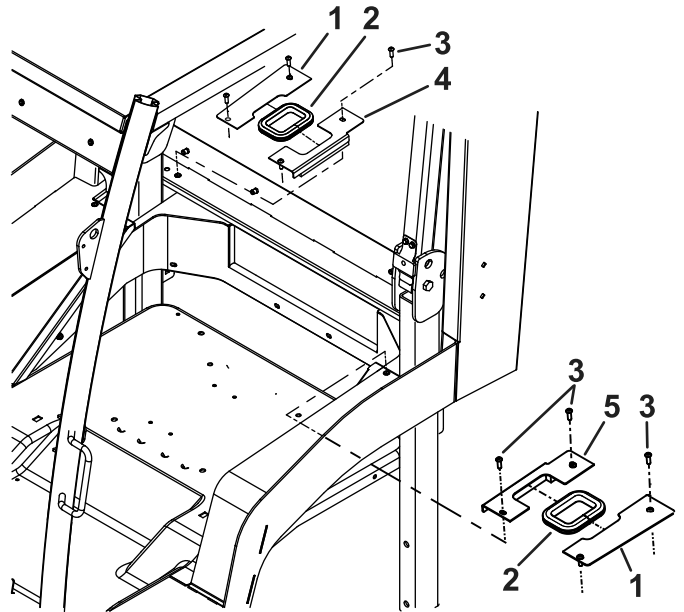

Figura 14
9. Instale las juntas de la barra antivuelco alrededor de cada lado de la barra antivuelco (Figura 14).
10. Instale la tapa izquierda y 1 tapa de retención en la junta izquierda, y sujete las tapas con 4 tornillos ($\frac{1}{4}$ " x $\frac{3}{4}$ "); consulte Figura 14.
11. Instale la tapa derecha y 1 tapa de retención en la junta derecha, y sujete las tapas con 4 tornillos ($\frac{1}{4}$ " x $\frac{3}{4}$ "); consulte Figura 14.